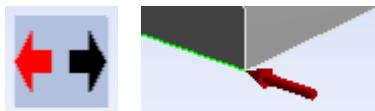
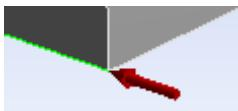

Рис. 6.7
Рис. 6.8
Направление оси меняется на противоположное при выборе одной из двух стрелок в левом нижнем углу графического окна (рис. 6.7). Выбранное направление определяет стрелку красного цвета. Направленность новой оси также будет обозначена объемной стрелкой красного цвета, направленной вдоль соответствующего геометрического объекта модели в положительную ее сторону (рис. 6.8). Стрелки на рис. 6.7 также используются для уточнения направления вектора задаваемой нагрузки.
– вектором (*Vector*). В этом случае нужно задать модуль вектора (параметр *Magnitude*) и его направление (параметр *Direction*). Направление действия вектора определяется стрелками в левом нижнем углу графического окна (см. рис. 6.7);